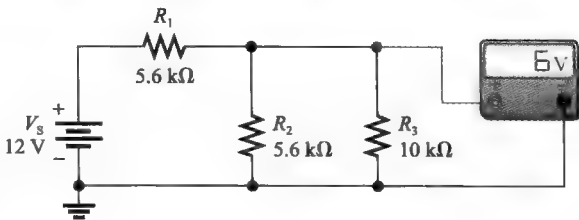

图 6-71
- 在图 6-71 所示的电路中，有一个电阻开路，请基于电表读数，确定哪个电阻开路。